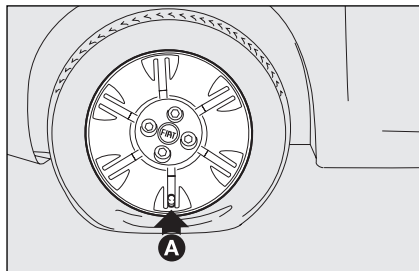

fig. 13
- placer la roue pour l'intervention avec la valve **A-fig. 13** tournée comme illustré dans la figure puis serrer le frein à main;